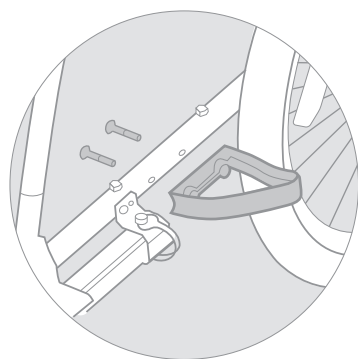

Figure 4
1. Insérez les boulons des garde-roues dans le tube du cadre. Superposez les trous des garde-roues avec les boulons. Vissez fermement à l'aide de la clé hexagonale (Figure 4).